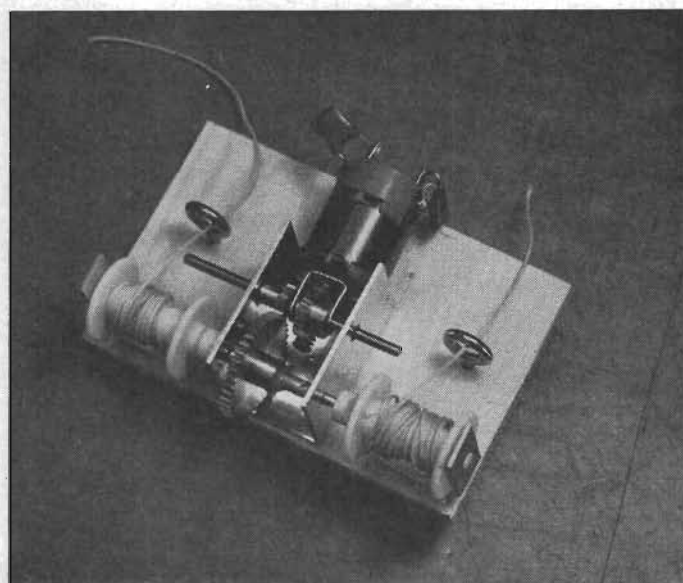
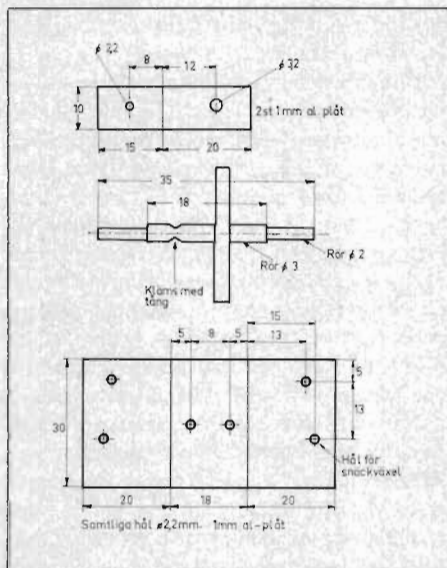

Fig. 17. Servo D för skotning av segel. Skoten till fock och storsegel lindas upp på ett par skotrullar av plast.
Fig. 18. Mått för de mekaniska detaljerna i servo D.
Servo D, se fig. 17, används för skotning av fock och storsegel i en segelbåt (Graupners »Gracia»). Skotningen av de bägge seglen sker parallellt genom att skoten lindas upp på två skottrummor som monterats på samma axel. Då skotningen av seglen skall kunna ändras relativt snabbt har en snäckväxel (1:30) och en rak kuggväxel (12:40) använts som utväxlingsanordning mellan servomotorn och axeln för skottrumorna. Skoten löper genom två skruvöglor som limmats i servots bottenplatta av kryssfaner för att hålla skoten på plats i axialled när de lindas upp på trummorna. Bygel och lagringar till servot är tillverkade i 1 mm aluminiumplåt. Se fig. 18. Bockningen av dessa underlättas
- 2 st aluminiumplåtar. Se fig. 18.
Vid montering av servot läggs motor med snäckväxel in i bygeln. Därefter skjuts axeln genom snäckväxel och kuggdrev in så att den passar lagerhålen i bygeln. Navet på kuggdrevet skall klämmas fast vid axeln med en tång, så att slining förhindras. Det stora kugghjulet träs upp på ett 3 mm mässingsrör. Ett 2 mm mässingsrör skjuts sedan genom det grövre röret på kugghjulet och lagerhålen i plåtbygeln. För att låsa rören till varandra klämmer man till det grövre röret med en tång. Se fig. 18. Därefter skjuts det stora kugghjulet mitt för drevet och limmas med araldit. Motors undersida skall också limmas mot bygeln. Bygeln skruvas fast vid bottenplattan. Skottrumorna limmas på axeln till kugghjulet och lagervinklarna monteras på lämpligt avstånd.